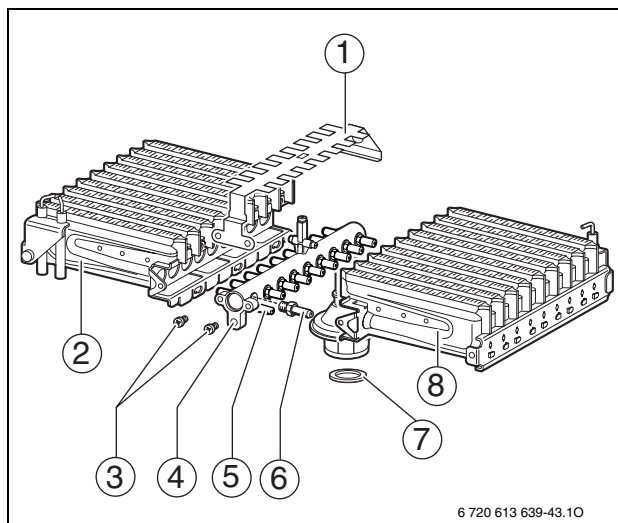

Fig. 32
- ▶ Smontare il bruciatore (→ fig. 32, pos. 2 e 8 / → cap. 12.2.1).
- ▶ Sostituire gli ugelli (6).
- ▶ Rimontare il bruciatore (→ fig. 32, pos. 2 e 8).